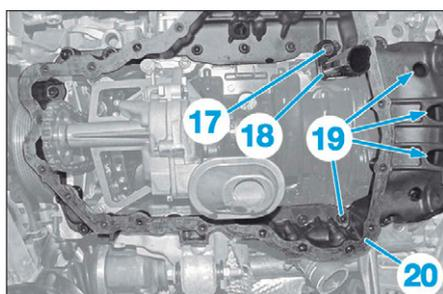

FIG. 24
- la vis (17) (Fig.24),
- le tube de refoulement (18),
- les vis (19),
- le carter intermédiaire (20),